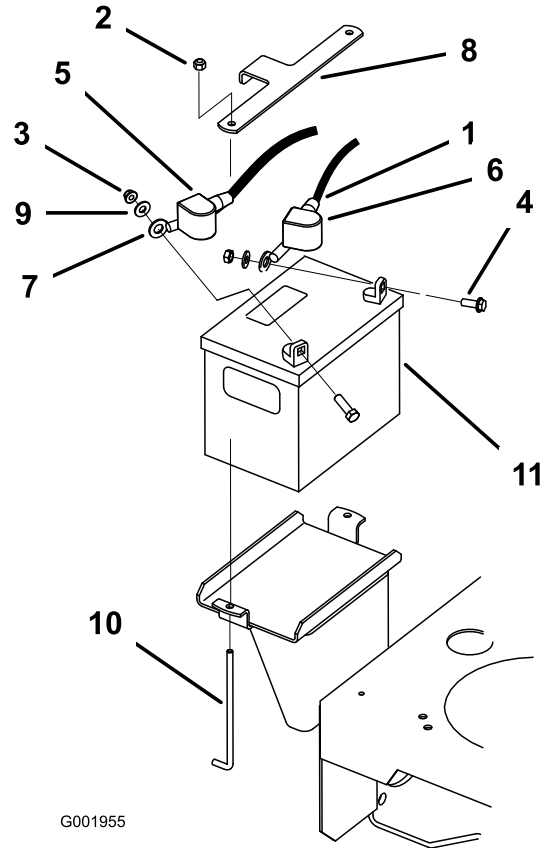

Figura 32
3. Levante la cubierta de goma negra del cable negativo. Desconecte el cable negativo del borne negativo (-) de la batería (Figura 32).
4. Retire la cubierta de goma roja del borne positivo (rojo) de la batería. Luego retire el cable positivo (rojo) de la batería (Figura 32).
5. Retire la pletina de sujeción de la batería (Figura 32), y retire ésta.
1. Coloque la batería en la máquina (Figura 32).
3. Conecte primero el cable positivo (rojo) al borne positivo (+) de la batería con una tuerca, una arandela y un perno (Figura 32). Deslice la cubierta de goma sobre el borne.
4. Luego conecte el cable negativo y el cable de tierra al borne negativo (-) de la batería con una tuerca, una arandela y un perno (Figura 32). Deslice la cubierta de goma sobre el borne.